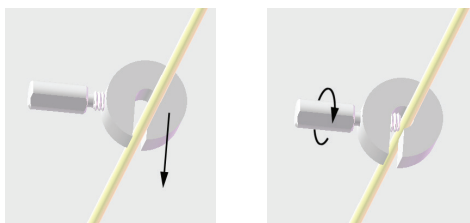

Figure 2 : Application de la butée de la sonde
5. Mesurez la profondeur souhaitée de la sonde à l'aide d'une jauge ou d'une règle et appliquez la butée de la sonde à cette distance. Pour appliquer la butée de la sonde, poussez la sonde au centre de la butée, puis serrez la vis (Figure 2). Cela permet de s'assurer que la sonde est insérée à la bonne profondeur.